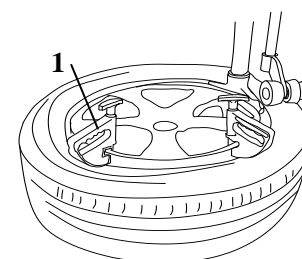

Рис.12
2. Поднимите верхний борт шины над задней частью монтажной головки, при этом он должен находиться под передней частью монтажной головки, сдвиньте правый прижимной рычаг и убедитесь, что он заблокирован, потяните рукоятку D вниз, чтобы ролик C, G сместил верхний борт в положение ниже монтажной головки. Зафиксируйте прижимной блок 1 на краю обода, поверните рабочий стол и завершите монтаж шины (рис. 12).